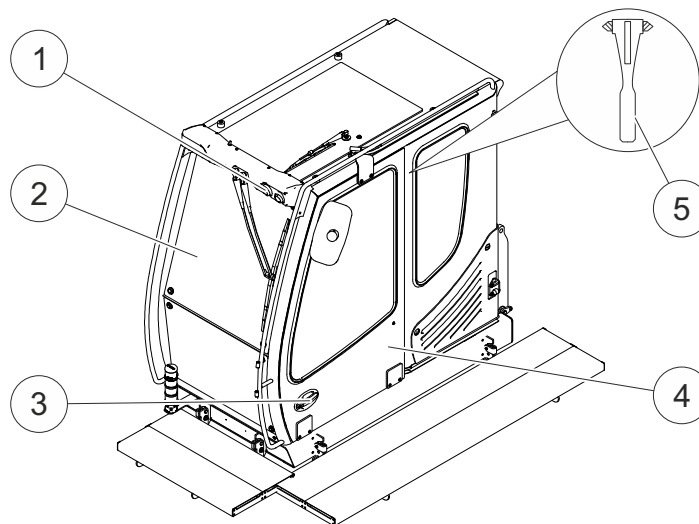

Fig. 61 Componentes da cabine
Em caso de emergência, você pode sair por meio das janelas laterais ou do para-brisa. Para fazer isso, use o martelo de emergência (6) na Fig. 61 para quebrar o vidro.